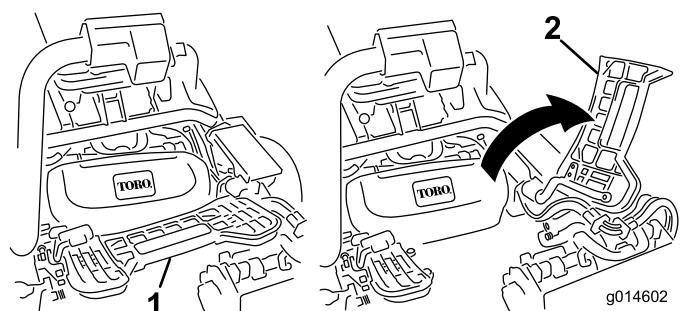

Figura 50
2. Sollevate il poggiapiedi e ruotatelo fino all'apertura, per consentire l'accesso alla posizione dell'apparato di taglio centrale. (Figura 50)